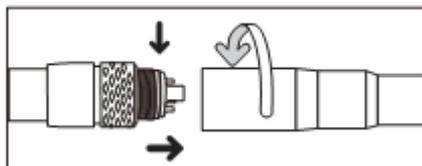

Рисунок 1
- 1) Правильно вставьте наконечник в соединительный разъем шланга и затяните гайку соединительного разъема шланга (Рисунок 1).